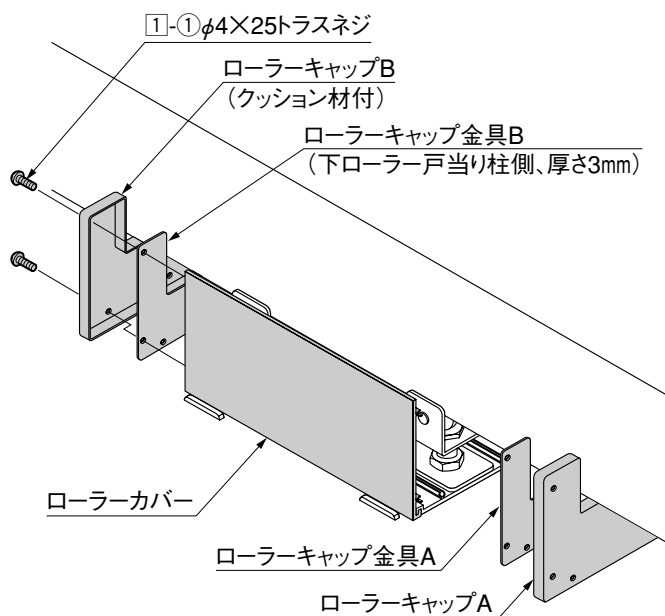

図11-1
- ① ローラーキャップA,Bおよびローラーキャップ金具A,Bをローラーカバーに①-①で固定してください。(図11-1参照)